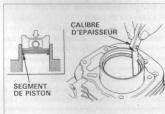

FIG. 40
- Jeu à la coupe : le segment étant déposé, l'introduire à 1 à 2 cm du bas du cylindre en le poussant avec le piston afin qu'il soit parfaitement positionné. Avec des cales d'épaisseur, mesurer le jeu entre les becs (fig. 40).